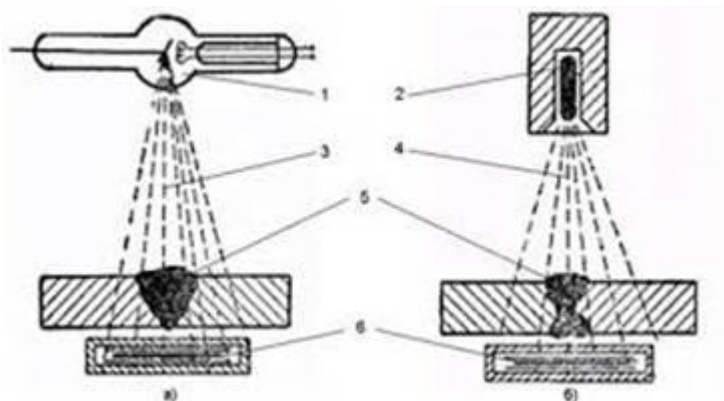

Рис. 1. Схема просвечивания сварных швов рентгеновскими лучами
2. Установить соответствие между позициями схемы просвечивания сварных швов рентгеновским и гамма-излучением (рис.1.) и названиями основных элементов